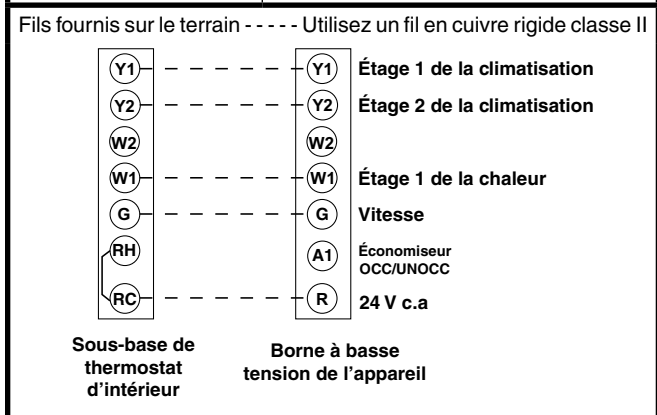

Figure 8. Branchement du thermostat typique de chauffage/climatisation de 2 étages
- Les fils à basse tension doivent être branchés correctement dans les bornes à basse tension des appareils. Faites passer les fils de commande de 24 V sur le côté de l'appareil. La capacité et la longueur des fils recommandés pour les branchements typiques de thermostats sont données à la Figure 8 (page 9).